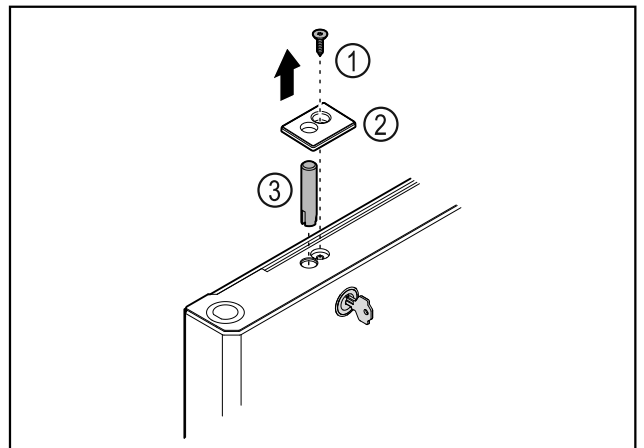

Fig. 37
- ▶ Зніміть гвинт Fig. 37 (1).
- ▶ За допомогою малої викрутки зніміть з фіксатора кришку Fig. 37 (2) і видаліть.
- ▶ Витягнути палець замка Fig. 37 (3).